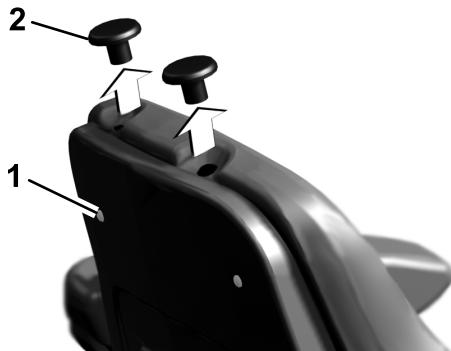

Bild 1
2. Lösen Sie die zwei Schrauben, mit denen das Sitzpolster an der Rückenlehne befestigt ist (Bild 1).
1. Schraube (2) 2. Blenden (2)
3. Nehmen Sie die zwei Blenden aus den Löchern oben im Sitzpolster (Bild 1). Wenn die Blenden nicht einfach von der Sitzoberseite entfernt werden können, lösen Sie die zwei Schrauben an der Rückenlehne mehr.